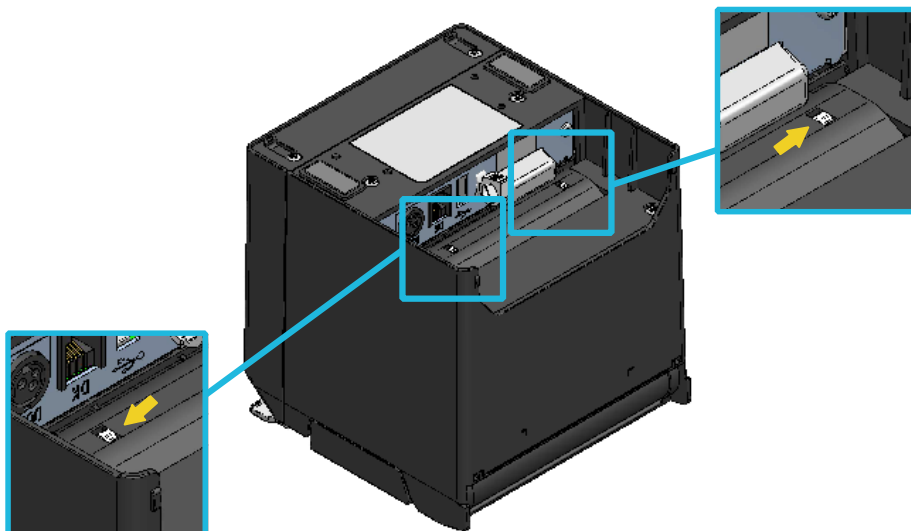

Figura 14-4 Verificação da instalação da divisória
- (6) Ligar a impressora e certificar-se de que a projeção da divisória E e da divisória D são encaixadas corretamente no orifício do suporte de papel (a seta apresentada na Figura 14-4).